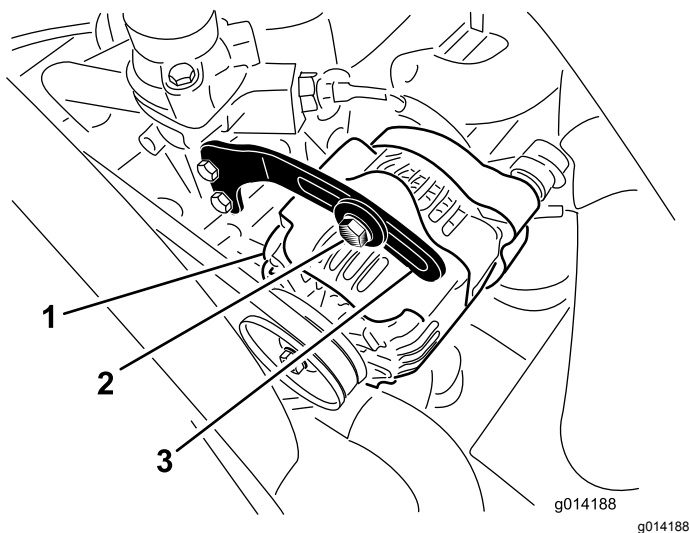

Рисунок 48
2. Проверьте натяжение ремня генератора, надавив на него (Рисунок 48) посередине между шкивами генератора и коленчатого вала с усилием 10 кг.
3. Ослабьте болт крепления скобы к генератору (Рисунок 48) и шарнирный болт генератора.